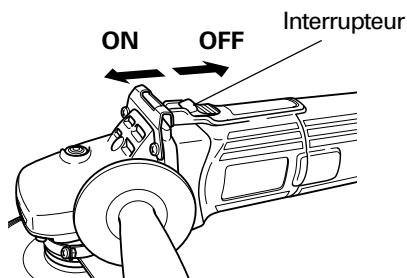

Fig. 3
2. Mettre la meuleuse sous tension (Fig. 3) Tout en maintenant la meuleuse fermement, utiliser un doigt pour faire glisser l'interrupteur sur la position "ON".